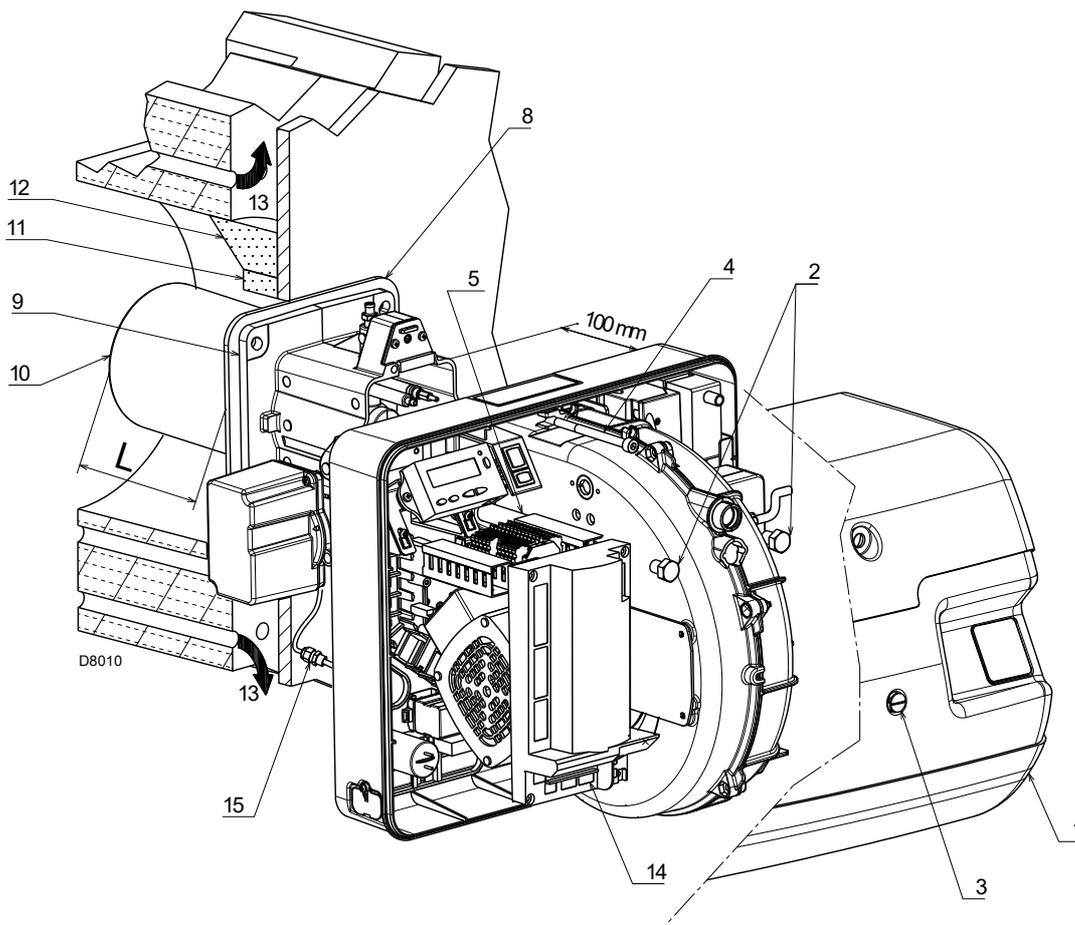

图 17
带前烟道 13)(图 17), 或中心回焰式炉膛的锅炉其使用耐火材料制成的保护性炉补 11) 必须装于锅炉炉补 12) 和燃烧筒 10) 之间。
对于带水冷前板的锅炉, 则不需要耐火材料制成的炉补 11)-12) (图 17), 除非锅炉制造商另有要求。
从燃烧器上取下燃烧头，如图 17 所示，然后按以下步骤操作：
- 将燃烧器重新装回到滑杆 3) 上，距管路连接处 4) 约 100mm，此时燃烧器位置如图 17 所示；
- 连接伺服马达插头 14)(图 17)，拧紧锁扣 15)；